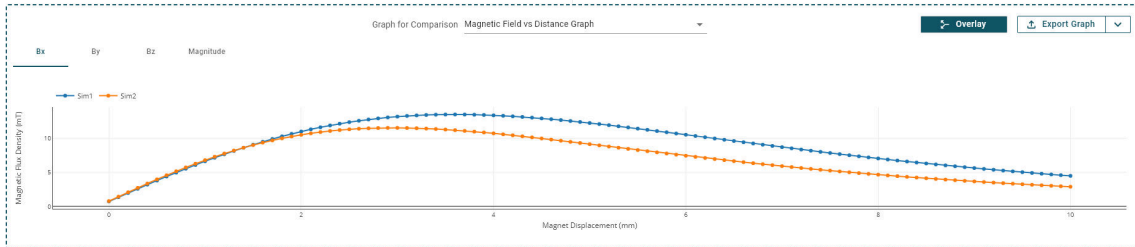

图 7-2. 重叠的比较输出
- Overlay**：选择该选项可以将输出合并到单个图中，如图 7-2 所示。在并排比较两个仿真结果时，不容易观察到一些差异。方便的是，在该模式下独立绘制各个元件。